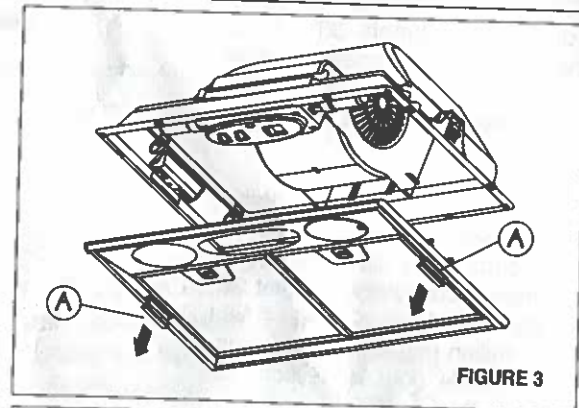

FIGURE 3
- Retirer le bas de la hotte en tirant sur les pattes grises (**A de la FIGURE 3**) qui se trouvent sur les deux côtés.
- Remplacer le bas de la hotte et appuyer sur les pattes grises (**A de la FIGURE 3**).